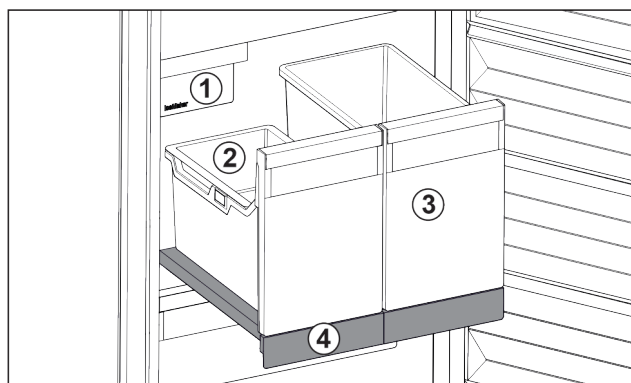

Fig. 17 Vysouvací přihrádka s IceTower
- (1) IceMaker
- (2) Závěsná miska pro kostky ledu
- (3) Nádoba např. pro pizzu, alkoholické nápoje
- (4) Vysouvací přihrádka
Na vysouvací přihrádce jsou dvě vysoké nádoby (IceTower). V nádobě Fig. 17 (2) se shromažďují a skladují kostky ledu z IceMaker. Nádoba Fig. 17 (3) se hodí pro skladování vysokých potravin jako pizzy nebo alkoholické nápoje.